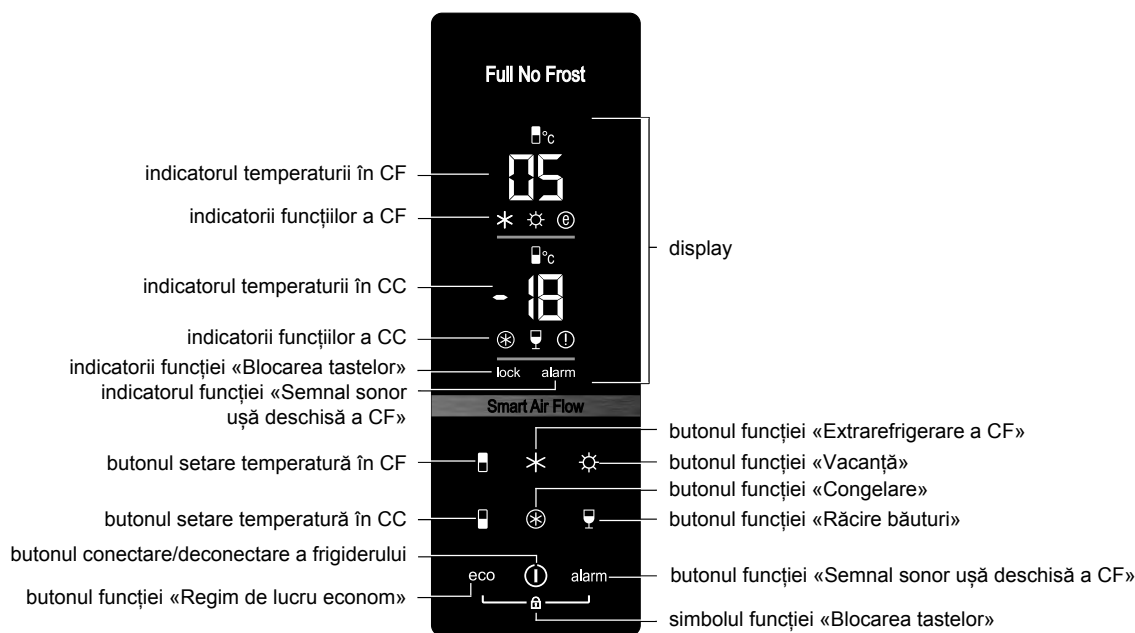

Figura 3 – Panoul de control
1.3 Pe ușa frigiderului se află panoul de control după cum este indicat în figura 3, care vă permite să setați temperatura în compartimente, să porniți/opriți frigiderul, să activați funcții, și care vă furnizează o indicare luminoasă pe display.
**2.3** Display-ul arată indicatorii de funcționare a frigiderului (prezentate demonstrativ în figura 3). Indicatorii afișează temperatura selectată și indică activarea funcțiilor.
3.3.1 Fiecare funcție este pornită prin atingerea butonului corespunzător – indicatorul funcției se aprinde pe display după cum este prezentat în figura 3. Când butonul este atins din nou, indicatorul se stinge, funcția este oprită.
3.10.1 Pentru a porni funcția trebuie să atingeți simultan tastele «eco» și «alarm» și menținută atingerea timp de 3 secunde (în figura 3 este demonstrat simbolul ). Pe display se va aprinde indicatorul «lock» și toate tastele panoului de control vor fi blocate în afară de tastele «eco» și «alarm».